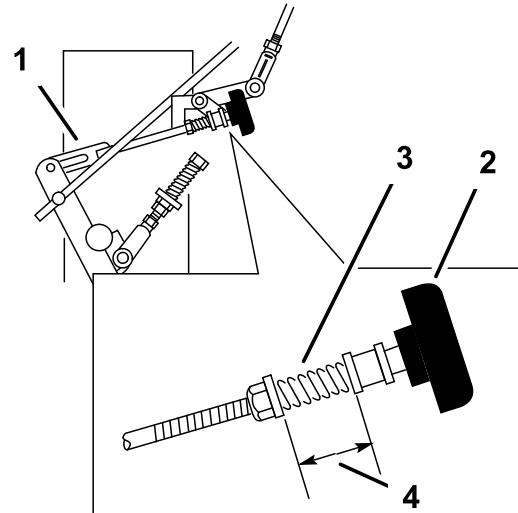

Bild 35
3. Stellen Sie das rechte Gestänge ein, indem Sie das Schnellspur-Handrad nach links drehen, bis sich der Reifen vorwärts dreht (Bild 35).
4. Drehen Sie das Handrad jeweils um eine Vierteldrehung nach rechts. Schieben Sie den Fahrgeschwindigkeitshebel in die VORWÄRTS-Stellung und dann zurück in die NEUTRAL-Stellung. Wiederholen Sie diese Schritte, bis sich das rechte Rad nicht mehr vorwärts dreht (Bild 35).
6. Die Feder, die die Spannung auf dem Handrad hält, sollte normalerweise nicht eingestellt werden müssen; wenn jedoch eine Einstellung erforderlich ist, stellen Sie die Länge der Feder auf 26 mm zwischen den Unterlegscheiben ein (Bild 35).
7. Stellen Sie die Federlänge ein, indem Sie die Mutter an der Vorderseite der Feder drehen (Bild 35).